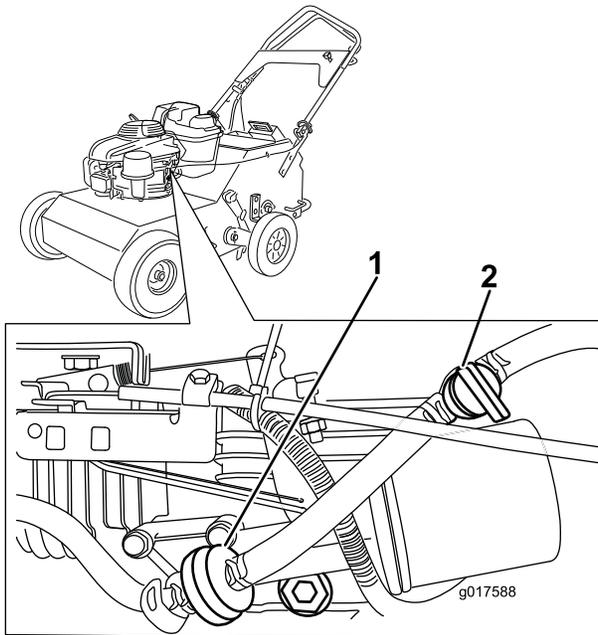

Figura 25
3. Cierre la válvula de combustible (Figura 25).
4. Suelte el tubo de combustible de alguno de los lados del filtro de combustible (Figura 25) para prevenir pérdidas de combustible cuando retira el filtro.
5. Apriete los extremos de las abrazaderas y deslícelas por el tubo alejándolas del filtro (Figura 25).
7. Instale un filtro nuevo y acerque las abrazaderas al filtro (Figura 25).